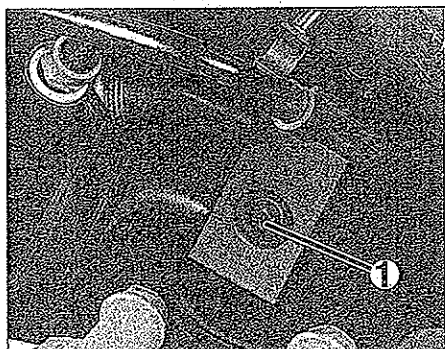

FIG. 11
- Desconectar las tuberías de climatización (1) en la válvula de expansión a la altura del salpicadero (fig. 11).
- Desconectar las tuberías de climatización de la válvula de expansión (fig. 11).